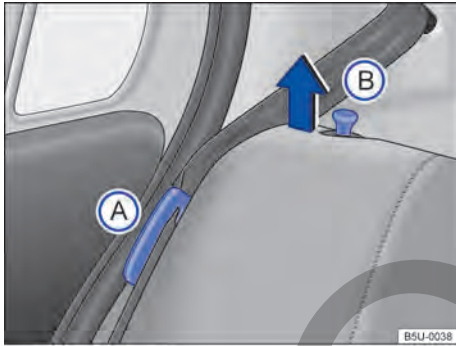
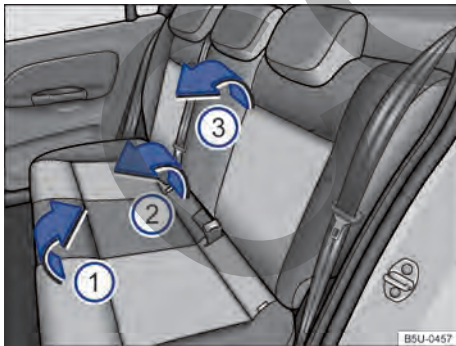

Fig. 54 Asiento trasero: posicionador de la banda del cinturón de seguridad (A) y pasador de desbloqueo del respaldo (B).
Fig. 55 Asiento trasero: inclinar el asiento trasero.
- Encajar las bandas de los cinturones de seguridad en los alojamientos correspondientes en el guarnecido lateral → fig. 54 (A).
- Tirar del asiento por la parte de adelante → fig. 55 ⓘ en el sentido de la flecha, hacia arriba.
- Levantar la parte trasera del asiento → fig. 55 ⓘ y desplazar completamente hacia adelante, para que el asiento quede lo más cerca posible del piso y del respaldo del asiento delantero.
- Tirar de los pasadores de desbloqueo → fig. 54 ⓘ (B) y, al mismo tiempo, rebatir parcialmente el respaldo del asiento → fig. 55 ⓘ y retirar los apoyacabezas → pág. 69. Bajar completamente el respaldo del asiento trasero.
- Encajar las bandas de los cinturones de seguridad en los respectivos posicionadores → fig. 54 (A).
- Levantar los pasadores → fig. 54 (B) y, al mismo tiempo, rebatir parcialmente el respaldo del asiento trasero → fig. 55 (C).